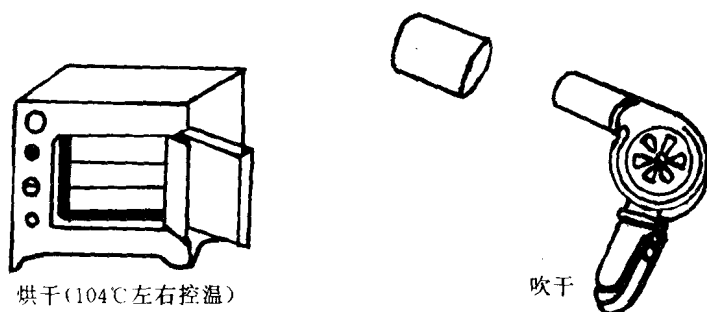

图1 烘干和吹风干燥
(1) 加热烘干。洗净的仪器,把水倒尽后放在电烘箱内烘干或放在吹风干燥器上压热风吹干(温度控制在 105°C 左右)。如图 1 所示,放在烘箱内的仪器,口应朝上,以免水珠入烘箱而损坏电炉丝。木塞,橡皮塞不能与仪器一同干燥,玻璃塞虽可同时加热干燥,但应从仪器上取下来,放在一旁,否则烘干后容易卡住,取不下来。